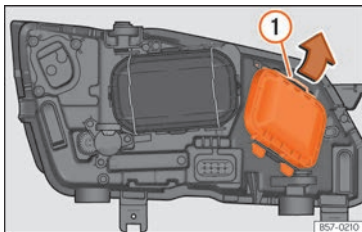

Fig. 110 Dans le compartiment moteur : retirer le cache.
2. Déplacez le tirant » fig. 110 ① dans le sens de la flèche puis retirez le cache.